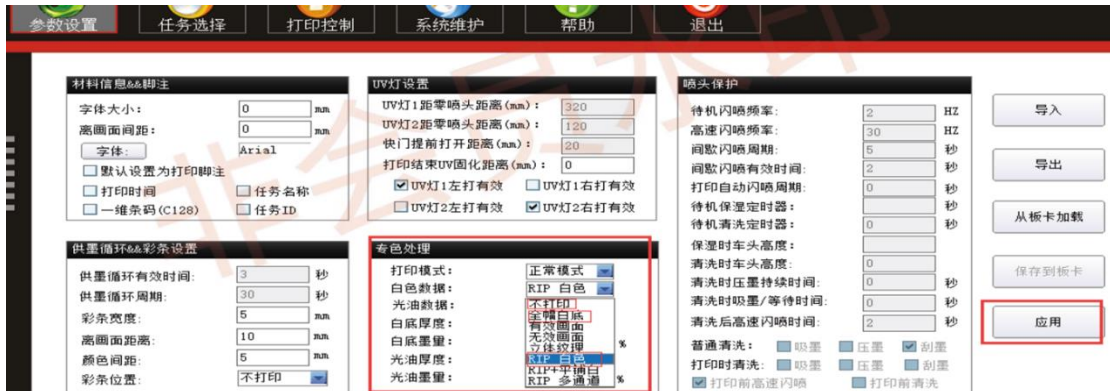

图6
- 1) 点击参数设置，在专色处理中选择白墨跟光油的打印方式以及厚度和墨量（不打印一无白色，全幅白底一整个画面打白，RIP 白色—ps 做了专色通道的局部打白）。如图6